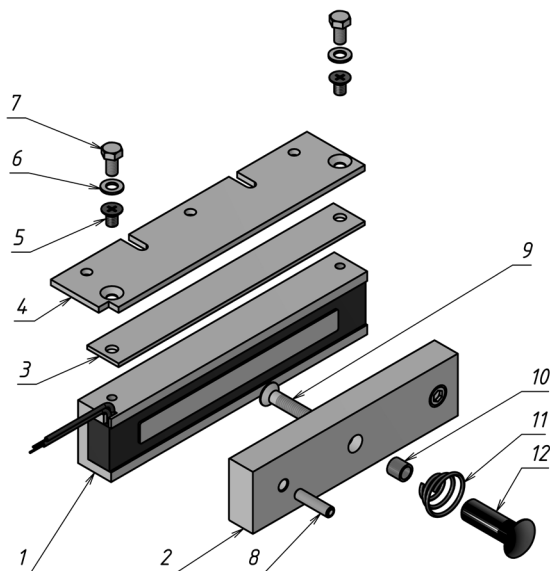

Рисунок 1 - Комплект поставки замка
3.1 В комплект поставки замка ALM-180FB (рисунок 1) входят:
- корпус (1) ..... - 1 шт.
- якорь (2) ..... - 1 шт.
- планка (3) ..... - 1 шт.
- пластина (4) ..... - 1 шт.
- винт M5x8 (потайн.) (5) ..... - 2 шт.
- шайба 5 (6) ..... - 2 шт.
- болт M5x10 (7) ..... - 2 шт.
- штифт (8) ..... - 1 шт.
- винт M6x35 (9) ..... - 1 шт.
5.6 Винт крепления якоря (поз.9 рис.1) необходимо затянуть с усилием, достаточным для исключения его отворачивания в процессе эксплуатации. Рекомендуется ставить винт на стопорящий герметик типа «Анатерм» или на нитрокраску НЦ.